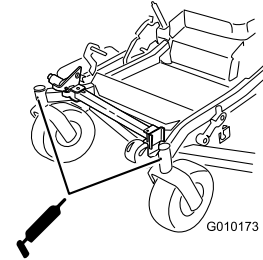

Bild 44
9. Ziehen Sie die Schmierpresse aus der Öffnung. Drehen Sie die Sechskantschraube und Staubkappe wieder ein (Bild 44).